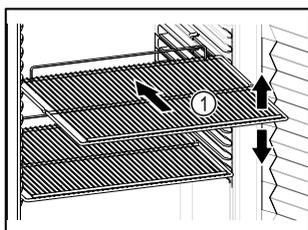

Fig. 82 Représentation à titre d'exemple
- ❑ Lorsque les grilles de support Fig. 82 (1) peuvent être déplacées, changez leur position en fonction de la hauteur des aliments.